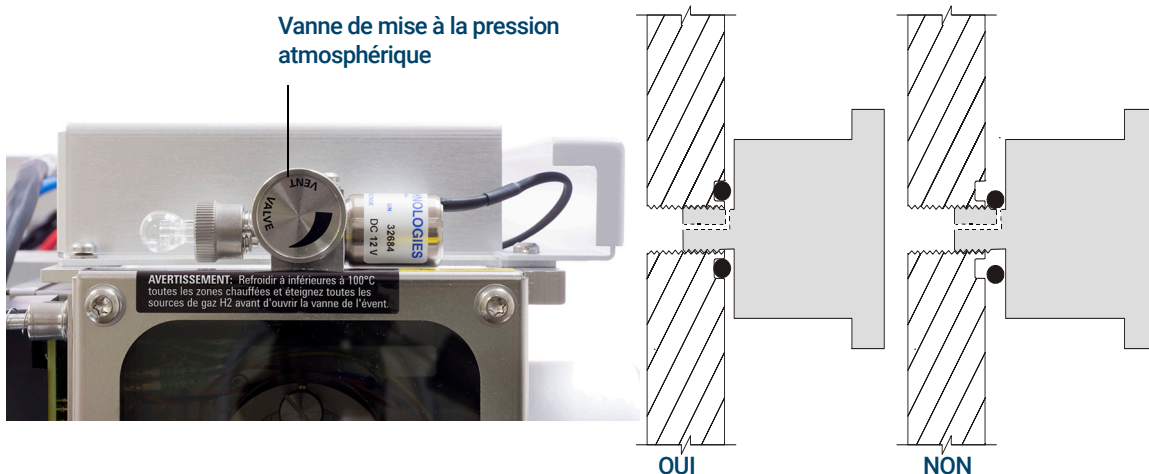

Figure 38. Vanne de mise à la pression atmosphérique du MS
- 7 Tourner le bouton de la vanne de mise à la pression atmosphérique **uniquement** de 3/4 de tour ou jusqu'à ce que le sifflement de l'air qui pénètre dans la chambre de l'analyseur se fasse entendre. (Voir **Figure 38**.)